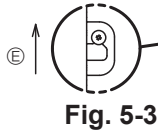

Fig. 5-3
3. Afloje los dos tornillos que fijan la cubierta de la caja eléctrica, deslice la cubierta y retírela. (La cubierta puede quedar colgada provisionalmente). (Fig. 5-3)